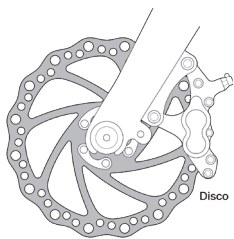
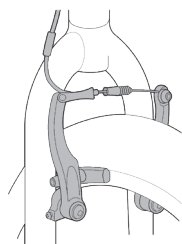

fig. 14
fig. 15
1. Si su bicicleta tiene frenos sobre llanta, desenganche el mecanismo de cierre rápido del freno para aumentar la holgura entre la cubierta y las zapatas de freno (consulte la sección 4 C, figs. 14 a 17, p. 22-23).
1. Si tiene una bicicleta multivelocidad con un sistema de cambio y desviador: sitúe el cambio trasero en la velocidad más larga (el piñón trasero más exterior y más pequeño). Si tiene un buje trasero con engranaje interno, consulte con su distribuidor o las instrucciones del fabricante del buje antes de intentar quitar la rueda trasera. Si tiene una bicicleta monovelocidad con freno sobre llanta o de disco, vaya al paso (4) más abajo.
2. Si su bicicleta tiene frenos sobre llanta, desenganche el mecanismo de cierre rápido del freno para aumentar la holgura entre la llanta de la rueda y las zapatas de freno (consulte la sección 4 C, figs. 14 a 17, p. 22-23).
3. Los frenos de algunas bicicletas, como los frenos de disco (fig. 14) y los frenos de tracción lineal (fig. 15) son extremadamente potentes. Familiarícese con estos frenos y ponga especial atención al utilizarlos.
La mayoría de los frenos sobre llanta tienen algún tipo de mecanismo de cierre rápido que permite soltar la zapatas de freno de la cubierta cuando se desmonta o se monta una rueda. Cuando el mecanismo de cierre rápido del freno está en la posición abierta, los frenos no funcionan. Consulte a su distribuidor para asegurarse de entender cómo funciona el mecanismo de cierre rápido del freno de su bicicleta (véanse las fig. 14, 15, 16, 17 y 18) y compruebe el funcionamiento correcto de ambos frenos cada vez que utilice la bicicleta.